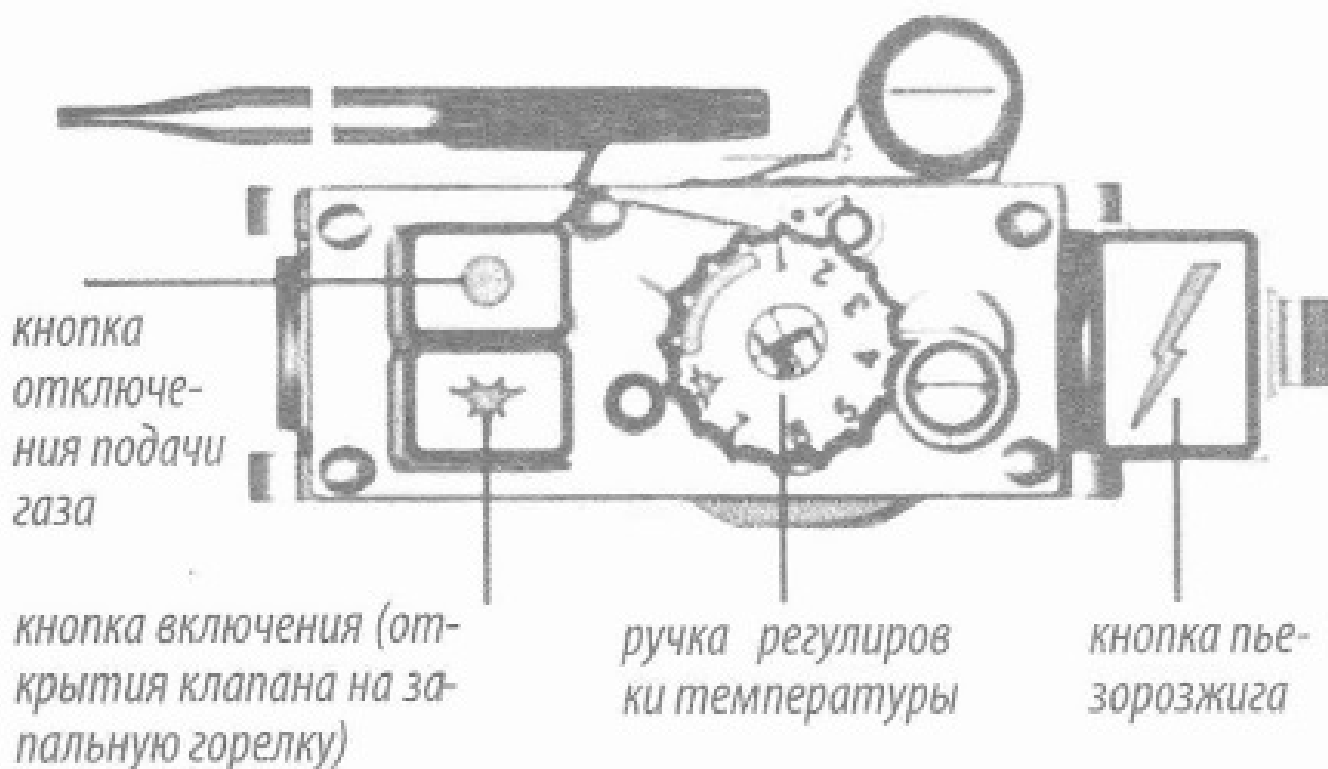

Рис. 8. Элементы управления КОГВ «STRATTOS» 20-30 кВт..
- 8.3.1. Установить ручку задания температуры по часовой стрелке в положение «Отключено» (см. рис.8).